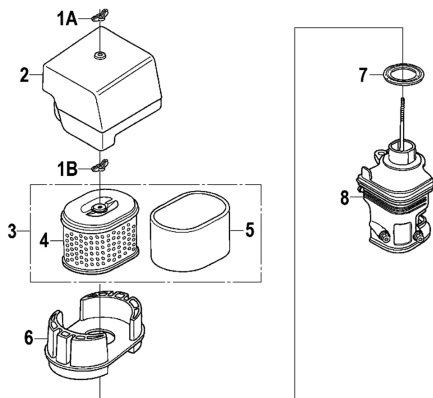

Рис. 23 Обслуживание воздушного фильтра
1. Открутите барашковую гайку 1А и снимите крышку 2 воздушного фильтра (Рис. 23).
2. Открутите барашковую гайку 1В и извлеките из корпуса воздушный фильтр 3 в сборе (Рис. 23).
3. Проверьте целостность и чистоту фильтрующих элементов. Поролоновый (предварительный) фильтрующий элемент 5 установлен на корпусе бумажного фильтрующего элемента 4 (Рис. 23).
4. При незначительном загрязнении промойте поролоновый фильтрующий элемент 5 (Рис. 23) теплым
6. Произведите очистку опоры 6, основания 8 и крышки 2 воздушного фильтра, не допуская попадания грязи в воздухопровод, ведущий к карбюратору. (Рис. 23).
7. Перед установкой воздушного фильтра убедитесь, что уплотнительное кольцо 7 воздушного фильтра находится на месте и не имеет повреждений (Рис. 23).